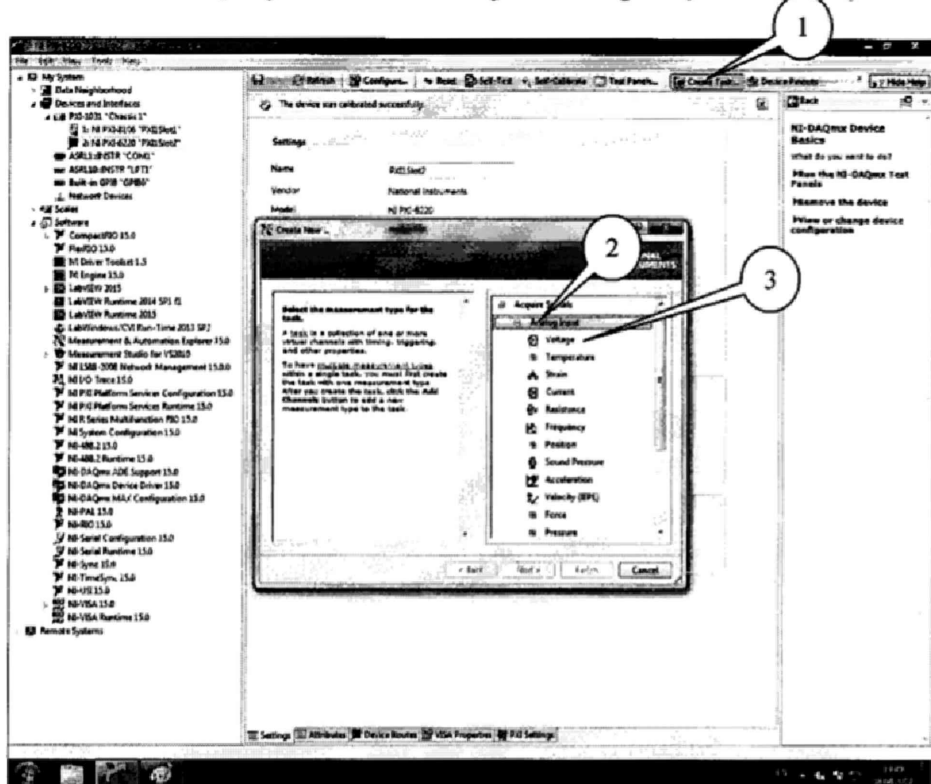

Рисунок 3.
4.12.1 В диалоговом окне программы «Measurement & Automation Explorer» (рисунок 3) нажать кнопку «Create Task» (1). В появившемся окне раскрыть меню «Acquire Signals» (2), далее раскрыть меню «Analog Input» и в нем выбрать измеряемую величину «Voltage» (3).